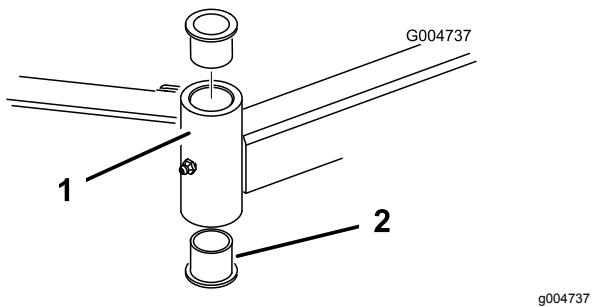

Figure 27
- Insérez un chasse-goupille dans le haut ou le bas du tube de montage et chassez la bague hors du tube (Figure 27). Chassez ensuite l'autre bague. Nettoyez l'intérieur des tubes de montage.